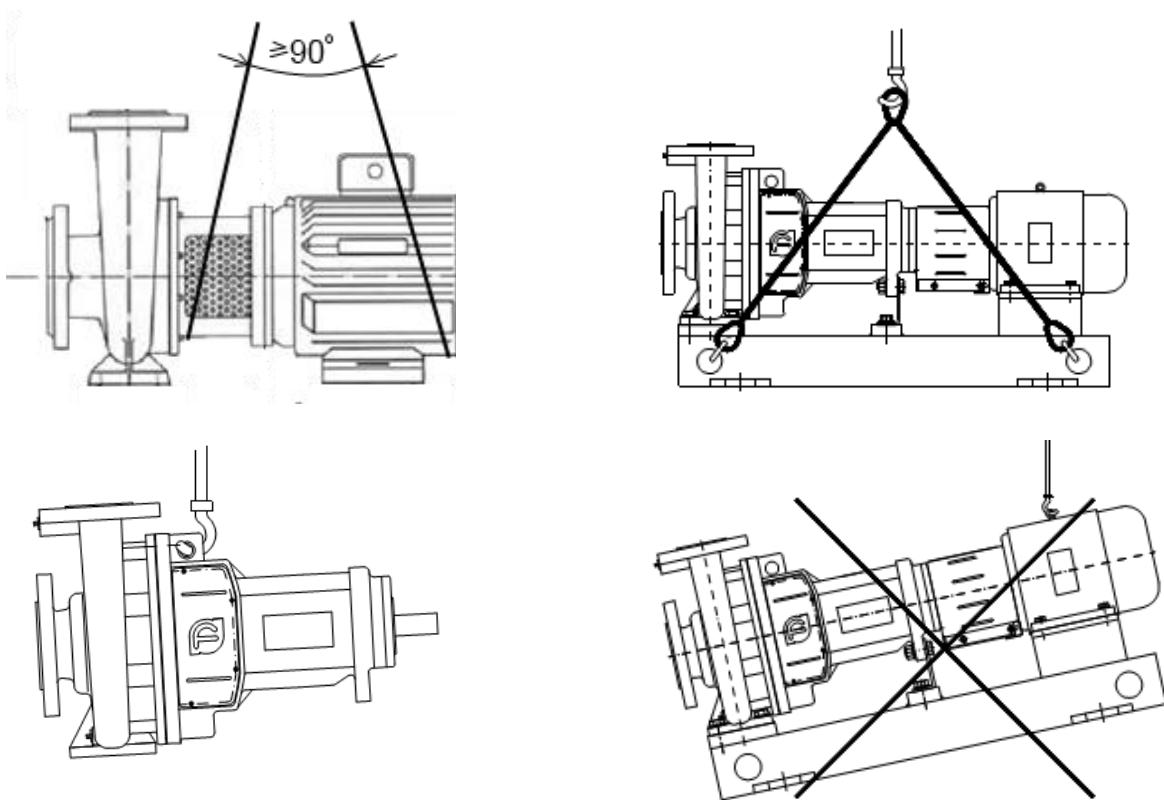

Рисунок 1 - Схема строповки агрегата насосного NES/NESO
**ЗАПРЕЩАЕТСЯ ПОДНИМАТЬ АГРЕГАТ ЭЛЕКТРОНАСОСНЫЙ NES/NESO ЗА МЕСТА, НЕ ПРЕДУСМОТРЕННЫЕ СХЕМОЙ СТРОПОВКИ (см. Рисунок 1)!!!**
- установить агрегат насосный на заранее подготовленный цементный фундамент (схему строповки см. Рисунок 1).